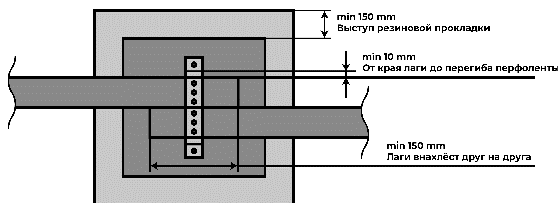

Рисунок 4
- На эксплуатируемую кровлю, бетонные плиты 300х300х40 мм укладываются на резиновые подкладки, выступающие за края плит на 150 мм (рис.4);
- Лаги, при необходимости их продолжения, укладываются внахлест друг за друга на 150 мм и крепятся перфорированной металлической лентой (рис.4);
- При закреплении лаг к основанию с помощью металлической перфорированной ленты предусмотрите зазор в 10 мм от каждого края лаги до линии перегиба перфоленты (рис.4) для компенсации температурного расширения;